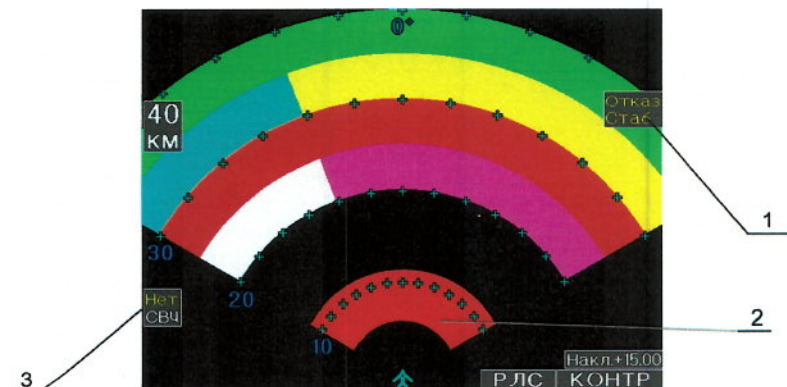

Рисунок 6 - Изображение контрольных сигналов на экране в режиме «Контроль»
Положительный результат проведенного анализа выводится на экран МФИ в виде дуги красного цвета (рис. 6, поз. 2) на дальности от 6,25 км (3,4 nm) до 11,8 км (6,4 nm) не позднее, чем через 15 с после включения режима «Контроль». Это позволяет оценить работу приемопередатчика (излучение СВЧ мощности, нормальная работа системы АПЧ, прием и обработка сигналов). При отрицательном результате анализа дуга красного цвета (рис. 6, поз. 2) не выводится, отображается сообщение об отказе «Отказ ПП» или «Отказ ант», сообщение «Отказ РЛС».
3.1.3.4 Перечень неисправных блоков и информация об отказе стабилизации антенны вследствие отсутствия данных о крене и тангаже отображается в верхней правой части экрана МФИ (рис. 6, поз. 1).
В левом нижнем углу отображается информация о выключенном СВЧ излучении (режим «Готовность» или «Контроль»), а также об отсутствии данных от сопрягаемых систем (рис. 6, поз. 3).
Рисунок 6а – Высота интенсивной застройки в зоне обзора антенны